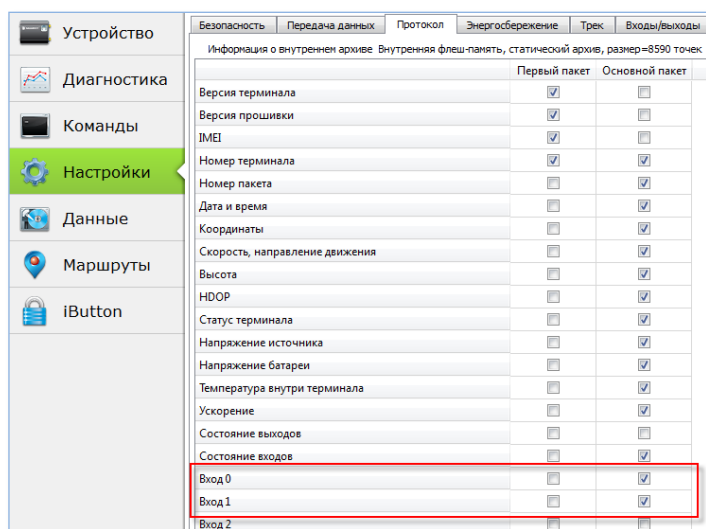

Рисунок 8. Настройка основного пакета
- перейти на вкладку «Настройки» → «Протокол» и установить в настройках основного пакета галочки в полях ДАВ, к которым подключены датчики пассажиропотока (Рис. 8);
Подключение датчика пассажиропотока заканчивается проверкой правильности прохождения сигнала на сервер мониторинга. Проверить правильность прохождения сигнала, можно сверив значения входов, которые отображаются на вкладке «Устройство» (Рис. 8) с сообщениями, приходящими на сервер мониторинга (Рис. 10).